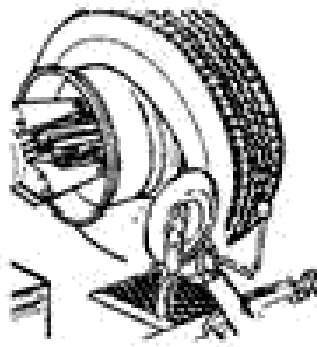

Fig12
(8) Переведите рукоятку инструментальной консоли к внутренней части шины, установите диск рядом с бортом, вращайте колесо против часовой стрелки, чтобы полностью снять внутренний борт шины с колеса (рис. 12).